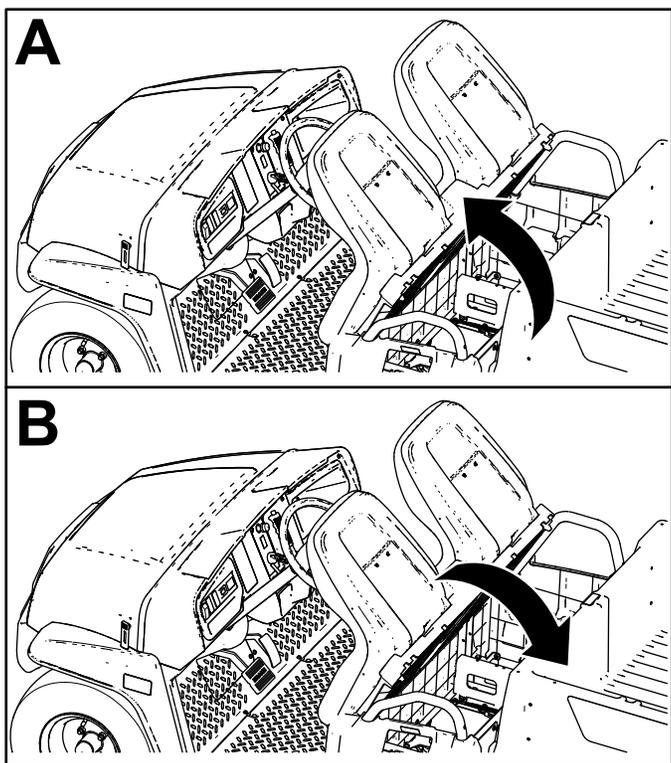

Figure 29
Pour lever l'ensemble sièges, basculez-le en avant jusqu'à ce qu'il soit en appui sur le volant (Figure 29).
Pour baisser l'ensemble sièges, rabattez-le en arrière jusqu'à ce qu'il retrouve sa position initiale (Figure 29).
1. Basculez l'ensemble sièges en avant, en position levée (Figure 29).